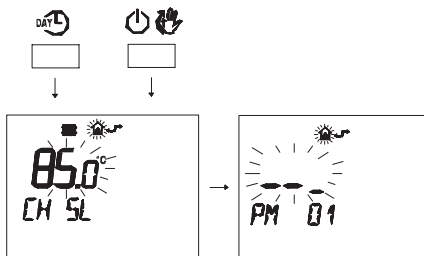

Fig. 5.90
- Premere contemporaneamente i pulsanti **DAYL** e **IP** per entrare nella programmazione trasparente (Fig. 5.90).